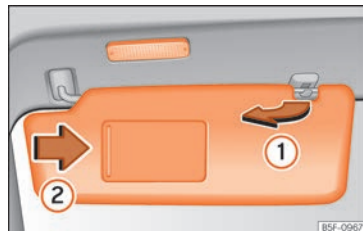

Fig. 146 Parasol.
- El parasol puede extraerse de la fijación y girarse hacia la puerta »» fig. 146 ①.
En el parasol plegado hay un espejo de cortesía, cubierto por una tapa. Al correr la tapa » fig. 146 ② se enciende una luz.